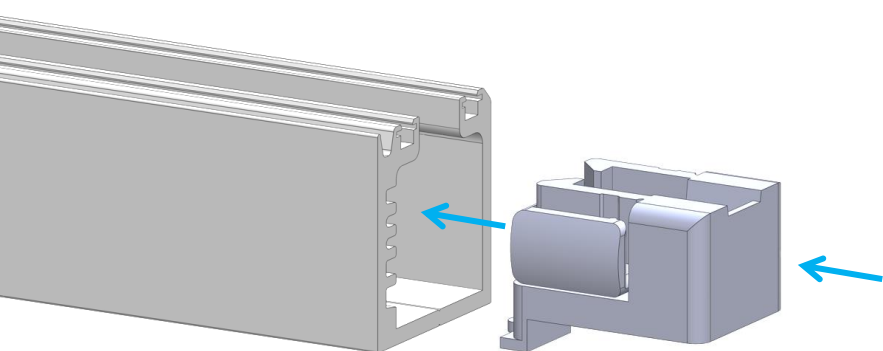
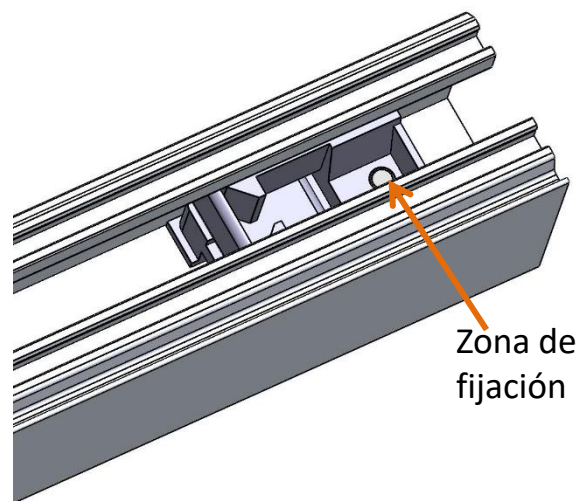

Figura 17
Figura 18
- Introducir el pivote clip en el carril inferior (figura 17), quedando la zona de fijación del pivote ubicada en el extremo donde se instalará el panel puerta del sistema (figura 18). Este elemento actuará como sujeción del eje de la puerta clip. Apretar ligeramente el espárrago que incorpora para evitar que se pierda en el transporte. La posición final de los pivotes se determinará en la instalación.